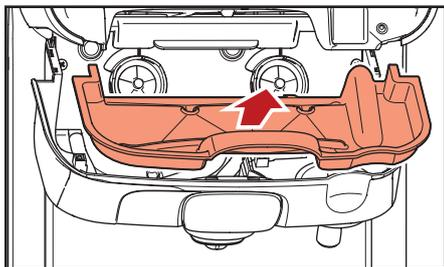

Fig. 5.11- Rimuovere il raccogliocce interno
- c. Rimuovere il raccogliocce interno e pulirlo, se necessario (fig. 5.11).